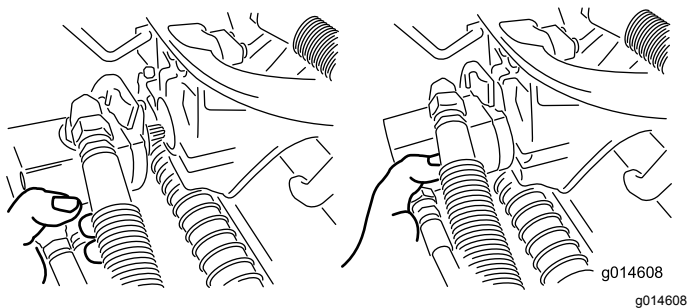

Figura 46
3. Mueva el motor al lugar de almacenamiento en la parte delantera del brazo de suspensión (Figura 46).